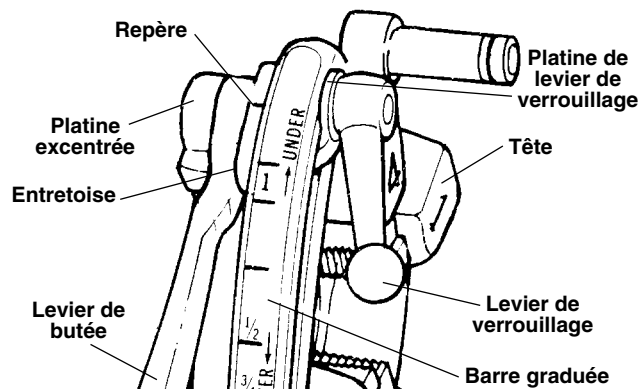

Figure 8 – Tête de filière à ouverture rapide n° 610
La tête de filière à ouverture rapide n° 610 (Figure 8) utilise un jeu de filières pour les filetages de 1/2" et 3/4" de diamètre, et un autre pour ceux de 1" de diamètre. Il est prévu des filières pour filetages NPT et BSPT.
- Si le filetage est trop grand et que la jauge annulaire ne s’y enfle pas suffisamment loin, réglez la barre graduée de la tête de filière légèrement vers le repère « UNDER » (Figure 8). Si le filetage est trop petit et que la jauge annulaire s’y enfle trop loin, réglez la barre graduée de la tête de filière légèrement vers le repère « OVER » (Figure 8).